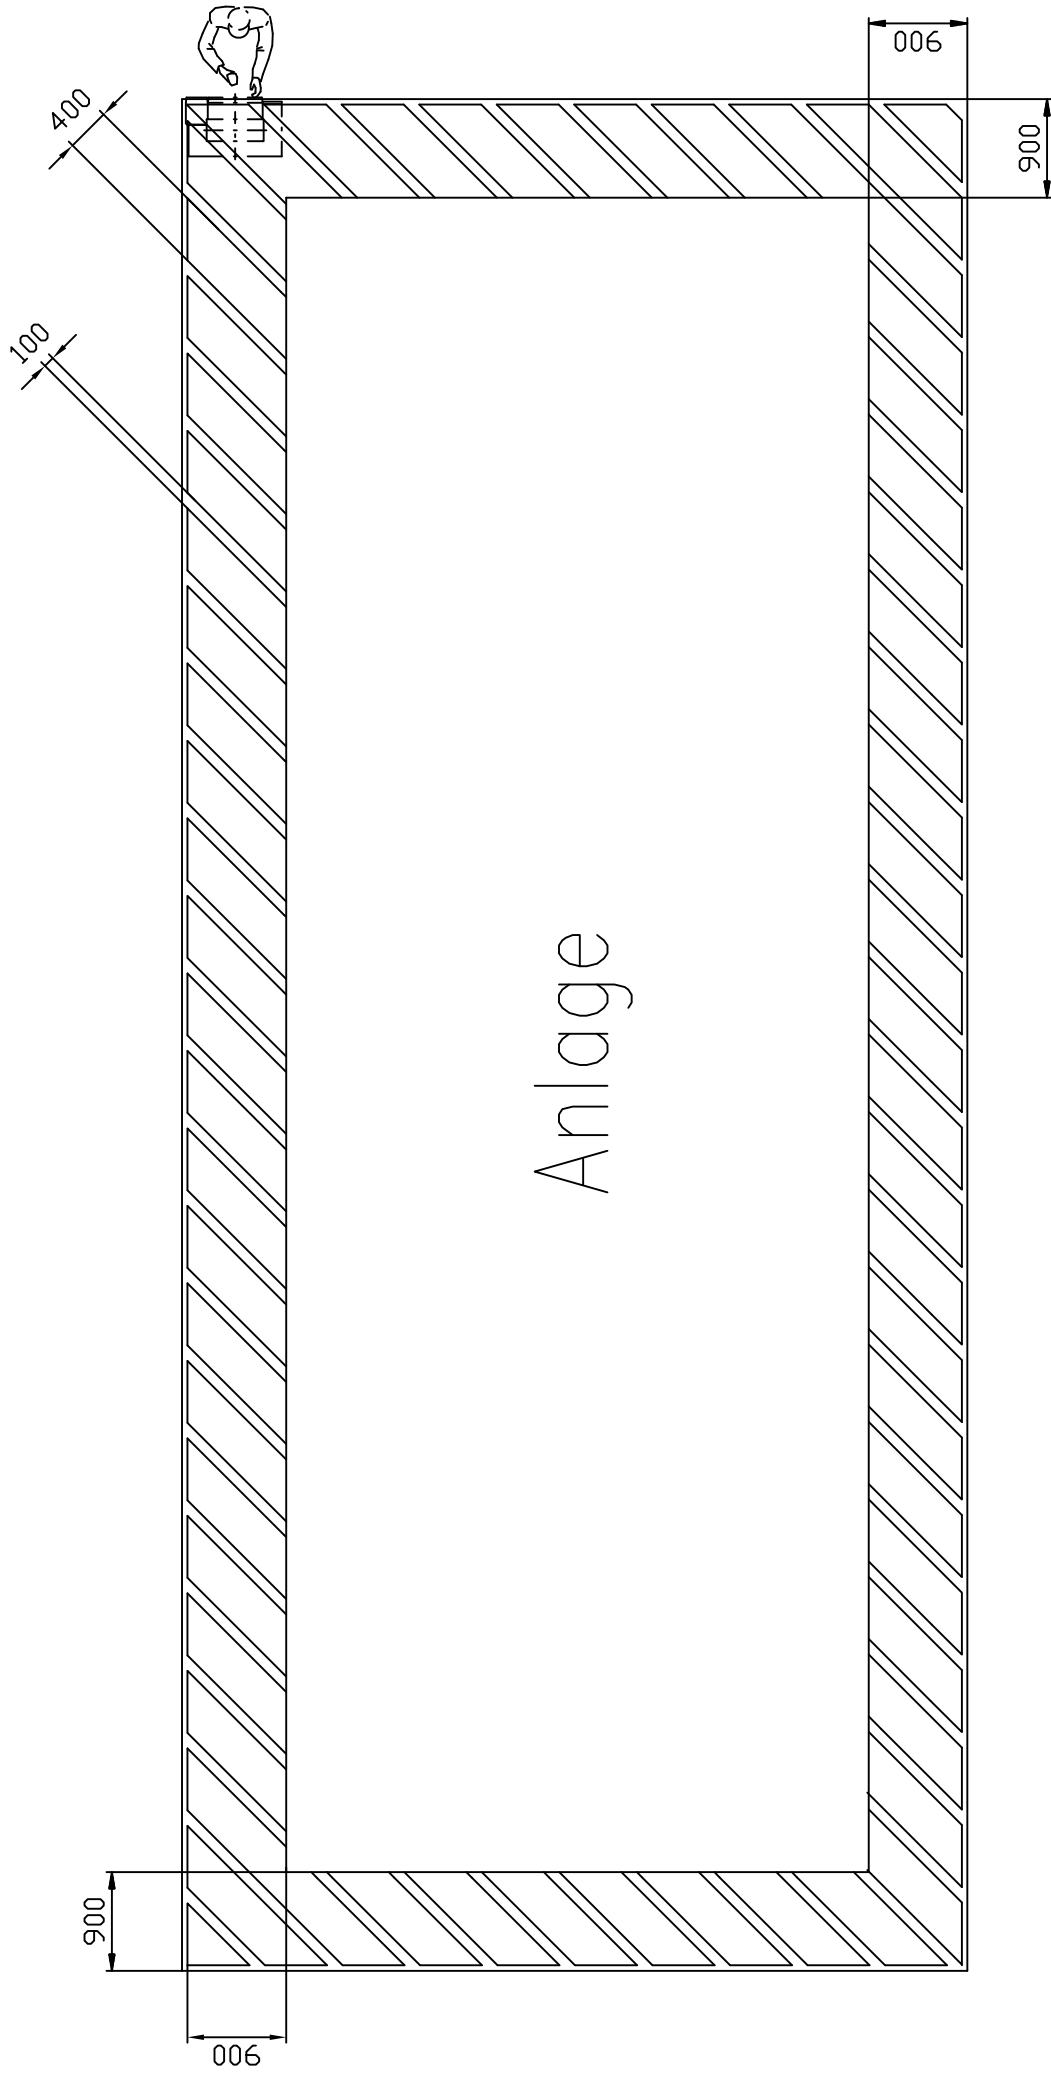

Abb.9 Sicherheitsmarkierungen
- die Gefahrenzone farblich auf dem Fußboden (Abb. 9) zu markieren und sicherzustellen, dass während des Brennvorgangs in der Gefahrenzone keine Person und kein Hindernis vorhanden sind.